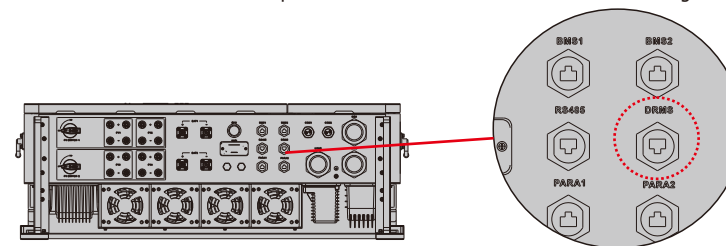

Figura 4.6-5 Interfaz Rj45
Paso 4. Conecte el terminal RJ45 en la posición correcta del inversor. Consulte la Figura 4.6-5.